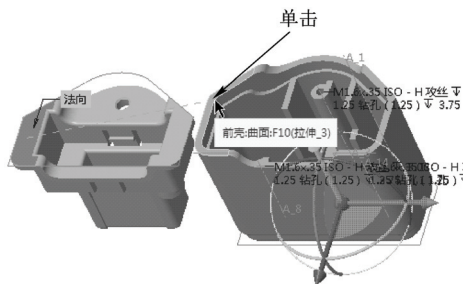

图 11-21 确认装配参考和元件参考
STEP 03 在后壳的合适面上单击鼠标左键，移动鼠标指针至前壳的合适平面，单击鼠标左键，确认装配参考和元件参考，如图 11-21 所示。